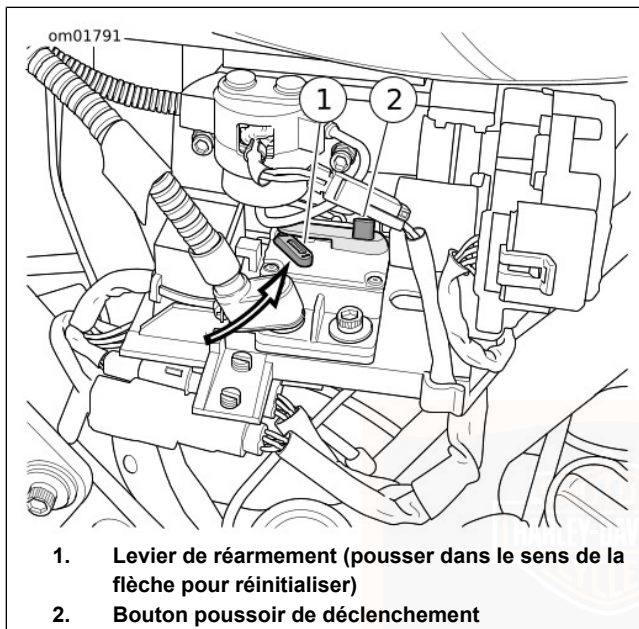

Figure 98. Disjoncteur du moteur de marche arrière
Voir Figure 98. Le disjoncteur est situé dans le boîtier électrique. Ce disjoncteur, qui peut être réinitialisé manuellement, possède un bouton poussoir de déclenchement rouge (2) et un interrupteur de réarmement (1). Pour déclencher manuellement le disjoncteur, appuyer sur le bouton poussoir de déclenchement (ce qui entraîne la sortie du bouton de remise à zéro).